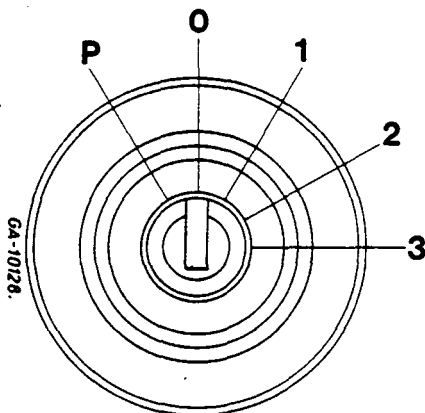

Figure 7
Cette lampe commandera la durée du pré-chauffage. Le Pré-chauffage fonctionne automatiquement quand le bouton est mis en position (1) - Figure 7, si la température est d'environ 10°C ou moins. La lampe restera allumée pendant une minute approximativement.